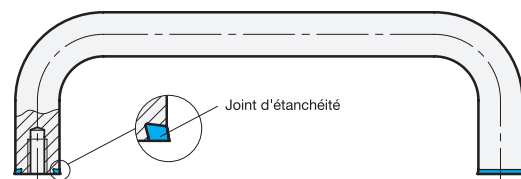

Fig. 1
- La poignée étrier ne peut être utilisée qu'avec la bague d'étanchéité fournie. La bague d'étanchéité est de forme conique. Il faut donc respecter la position d'installation correcte (fig. 1).